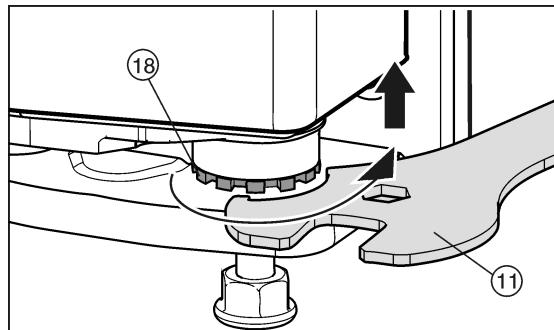

Fig. 30
- ▶ Pour soulever la porte, dévisser le pivot d'arrêt vers la droite Fig. 30 (18) avec la clé à fourche Fig. 30 (11) jointe. A la livraison, le pivot d'arrêt est complètement vissé.